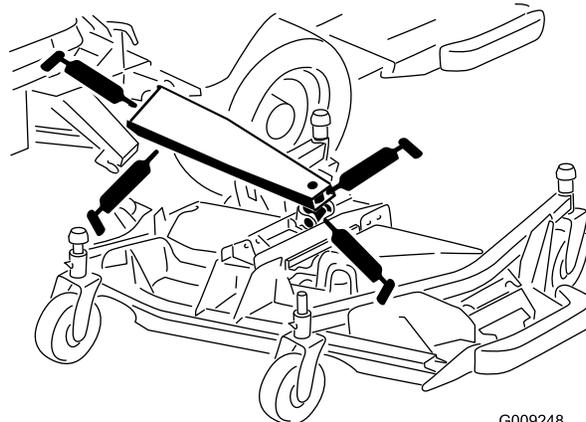

Figura 92
- 3 bocche del braccio di sollevamento principale (Figura 92)
- 1 bocca del cilindro di sollevamento (Figura 92)